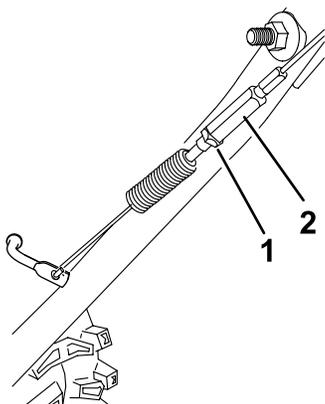

Рисунок 29
- Ослабьте контргайку (Рисунок 29).
- Ослабьте натяжение или подтяните винтовую стяжку для регулировки натяжения троса (Рисунок 29).